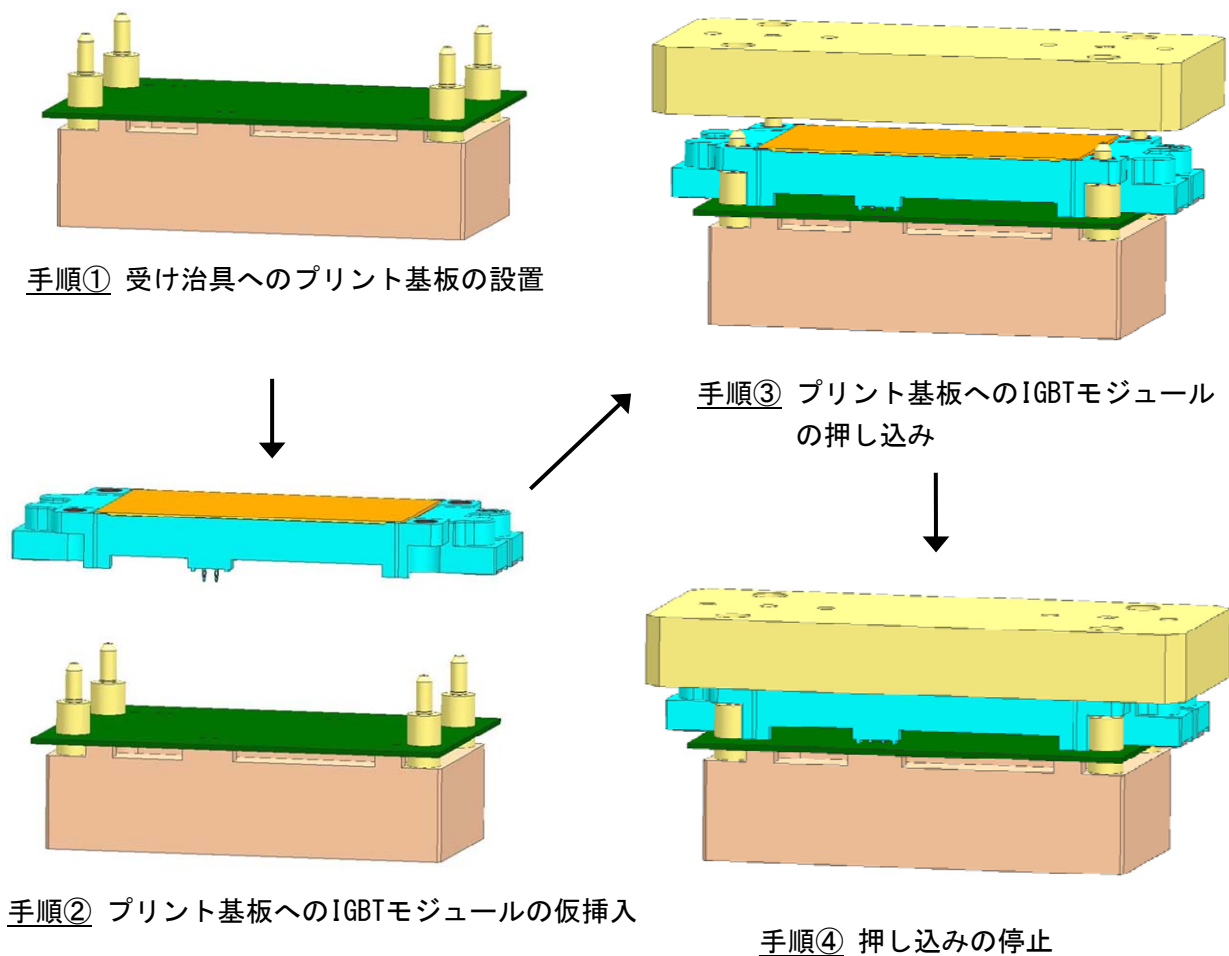

図3. 取付け手順
取付け手順を図3に示します。まずプリント基板を受け治具上に設置します(①)。次にIGBTモジュールを、プレスフィットピンの先端部が、プリント基板のスルーホールに嵌り込む仮挿入状態として設置します(②)。この状態でプレス側に取付けられた加圧板を降下させ、モジュールを押し込んでいきます(③)。このとき加圧板が傾かないよう垂直に挿入してください。プレスフィットピンが挿入される時の速度は、25~450mm/minとなるように設定し、IGBTモジュールのケースのスタンドオフがプリント基板に接触するまで押し込んで停止させます(④)。接触後に過剰な荷重がかからないように、プレス装置に荷重制限を設けてください。